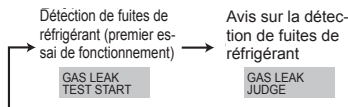

Fig. 8-2
- ② Appuyer sur la touche **CLOCK** (▼) et sélectionner [GAS LEAK TEST START] ([LANCER TEST DE FUITE DE GAZ]). (Fig. 8-2)